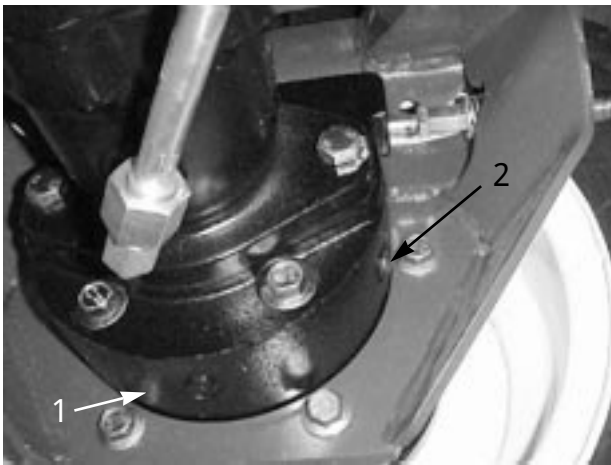

図 10
- 2 . プラネタリに付いているプラグ (図 9) とブレーキの裏側についているプラグ (図 10) を抜き、ブレーキの前後で穴の高さまで油量があれば適正。